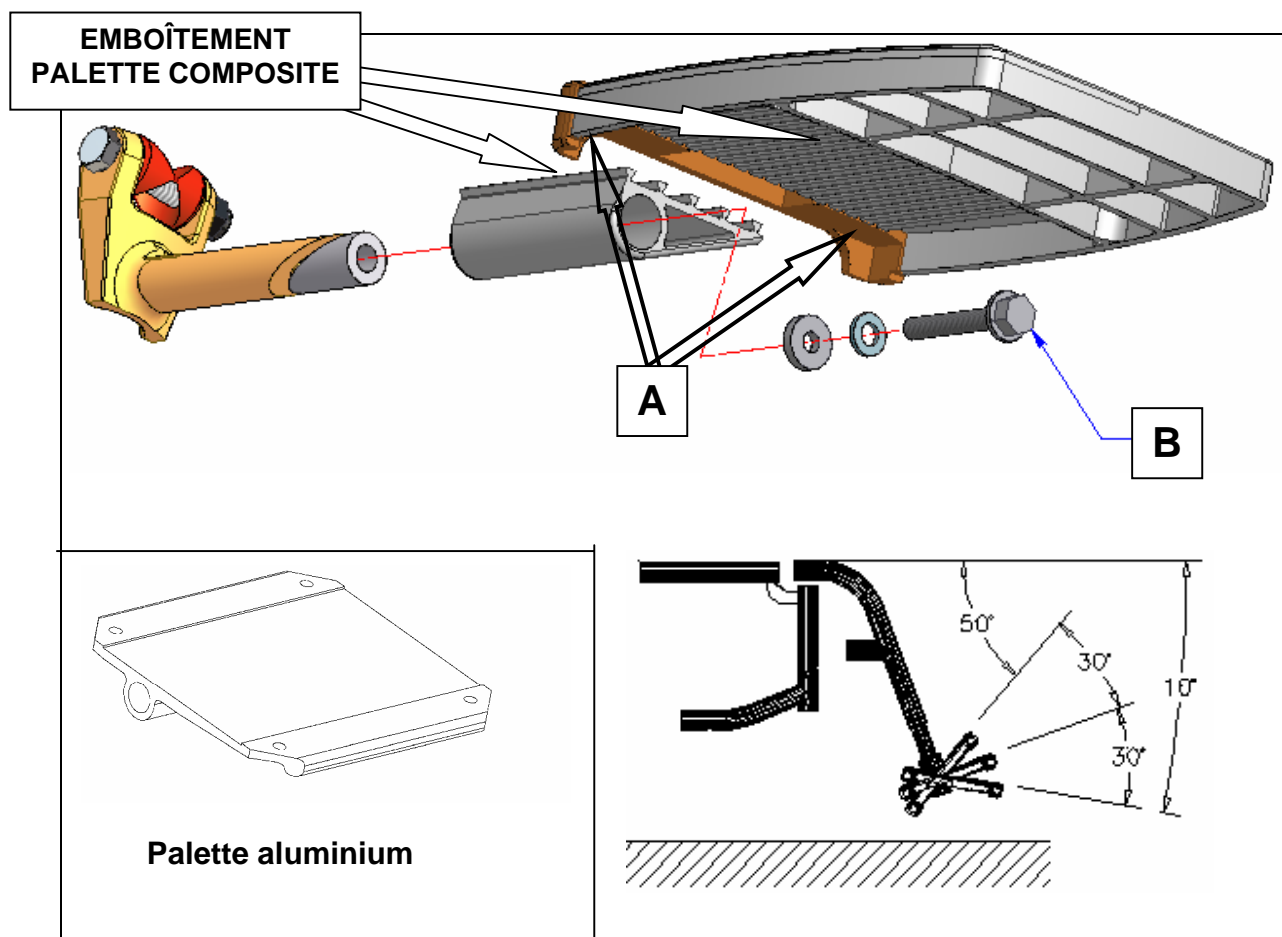

Figure 2 : Changer l'angle de la palette.
1. Desserrer la vis (B), à l'aide d'une clé plate de 10mm (voir; figure 2);
3. Resserrer fermement la vis (B) (serrage 140lbs/po).